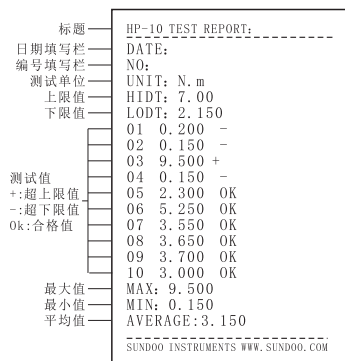

图5
- 当串口输出模式设定为Pr.2时，为输出至微型打印机打印储存的10组数据。按下“打印”键，液晶屏闪烁显示“Print”，同步打印出测试报告，打印样张（如图5）。